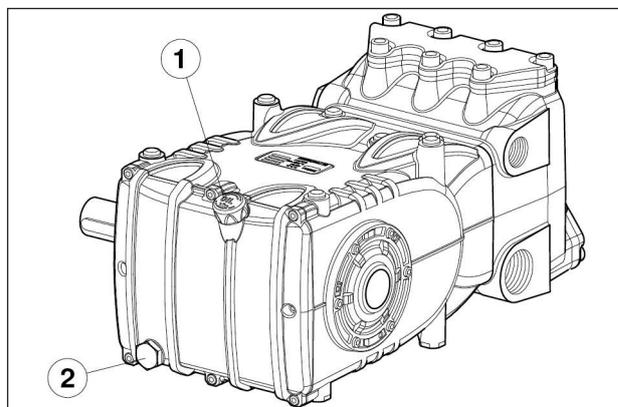

Fig. 3
Controllare il livello dell'olio, se necessario rabboccare Dall'asta livello olio pos. ①, Fig. 3.
Il controllo corretto del livello dell'olio si esegue con la pompa a temperatura ambiente, il cambio dell'olio va eseguito con pompa a temperatura di lavoro rimuovendo: l'asta livello olio pos. ①, e successivamente il tappo pos. ②, Fig. 3.
Predisporre l'impianto in modo tale da non superare in nessun caso i **110 °C (230 °F)** di temperatura dell'olio durante il funzionamento della pompa. Utilizzare una sonda di temperatura da infilare all'interno del tappo scarico olio pos.(2) fig.3. Vedere manuale "PROTEZIONE ANTIDEFLOGRANTE ATEX".